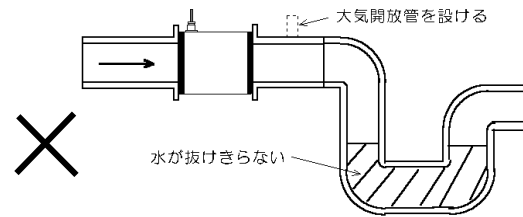

図 19．下流にトラップがあり検出器内が大気圧以下となり流れが乱れる場合
- (f) 下流にトラップがあり検出器内が大気圧以下となり流れが乱れる場合。図 19.